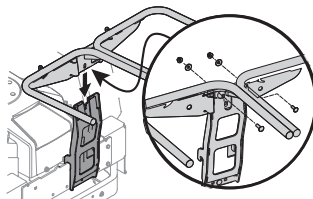

Figura 11
1. Instale el conjunto del colgador en el soporte utilizando dos tornillos de transporte (710-0276), dos arandelas de copa (736-0242) y dos arandelas de seguridad (712-04063) del paquete de herramientas 689-02364. Ver Figura 11.